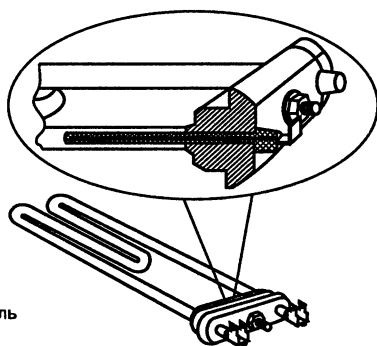

Рис. 10.20. Внешний вид и устройство ТЭНа
**Термоэлектронагреватель (ТЭН).** Представляет собой трубчатое активное сопротивление, заключенное в изолятор из силикатного материала (рис. 10.20). Служит для нагрева воды в баке. Мощность ТЭНа составляет 2 кВт. Это наибольший потребитель электроэнергии в стиральной машине. В сборе с ТЭНом предусмотрен термopредохранитель, который прерывает цепь питания ТЭНа, если последний включится в бак без воды.